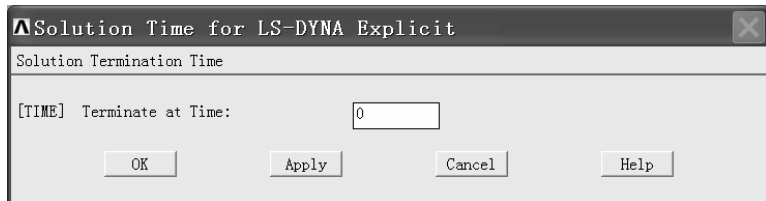

图 5-22 “Solution Time for LS-DYNA Explicit” 窗口
(1) 依次选择 Main Menu>Preprocessor>Solution>Time Controls>Solution Time, 弹出“Solution Time for LS-DYNA Explicit”窗口(见图 5-22)。
(2) 在“Solution Time for LS-DYNA Explicit”窗口中“[TIME] Terminate at Time:”后的方框中输入“0.0006”, 然后单击该窗口中的“OK”按钮。注: 0.0006s 内, 应力波大约在杆中传播了三次。